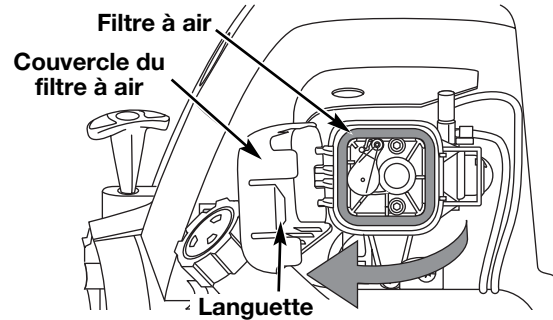

Fig. 32
1. Ouvrez le couvercle du filtre à air Enfonchez la languette à droite du couvercle, tirez celui-ci vers vous puis vers la gauche (Fig. 32).
2. Retirez le filtre à air (Fig. 32).